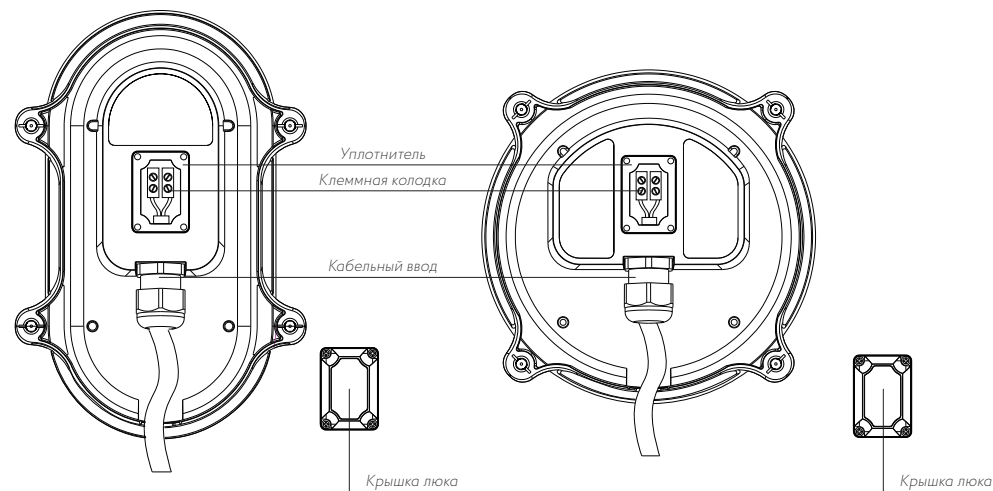

Рис. 2
- 5.2.2. Открутите винты крепления крышки люка на основании светильника (рис.2).